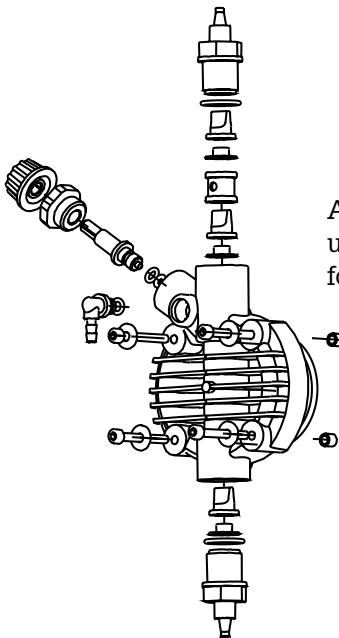

Fig. 10
Pour effectuer cette opération, si l'appareil n'est pas fixé à l'installation, le faire pulser la pompe pendant quelques secondes (15/30) en la tenant la tête en bas et sans les tubes reliés aux raccords, si ce n'est pas possible, démonter et remonter la tête de la pompe (fig. 10), par les quatre vis de fixation.
Etant donné la robustesse du système, de véritables pannes mécaniques ne se produisent pas. Parfois il peut se produire des fuites de liquide au niveau d'un raccord du fait d'un écrou fixation du tube desserré ou plus simplement à cause de la rupture du tube de refoulement. Il est rare que d'éventuelles fuites puissent se produire par la rupture de la membrane ou par l'usure du joint torique de la membrane. Dans ce cas, ces éléments doivent être remplacés en démontant les quatre vis de la tête de la pompe (fig. 10). En les remontant, les serrer de manière uniforme sans omettre de remplacer les joints de vis. Une fois la fuite éliminée, nettoyer la pompe doseuse d'éventuels résidus de réactif qui, s'ils stagnaient, pourraient provoquer une détérioration du boîtier de la pompe.
- Démonter les clapets d'aspiration et refoulement, les nettoyer et les remonter dans la même position (fig. 10). Dans le cas où l'on remarquerait un gonflement du clapet, vérifier la compatibilité chimique du réactif avec le matériau du clapet (Viton® en standard ; sur demande silicone, EPDM et nitrile, clapet à bille verre ou inox, clapet K).